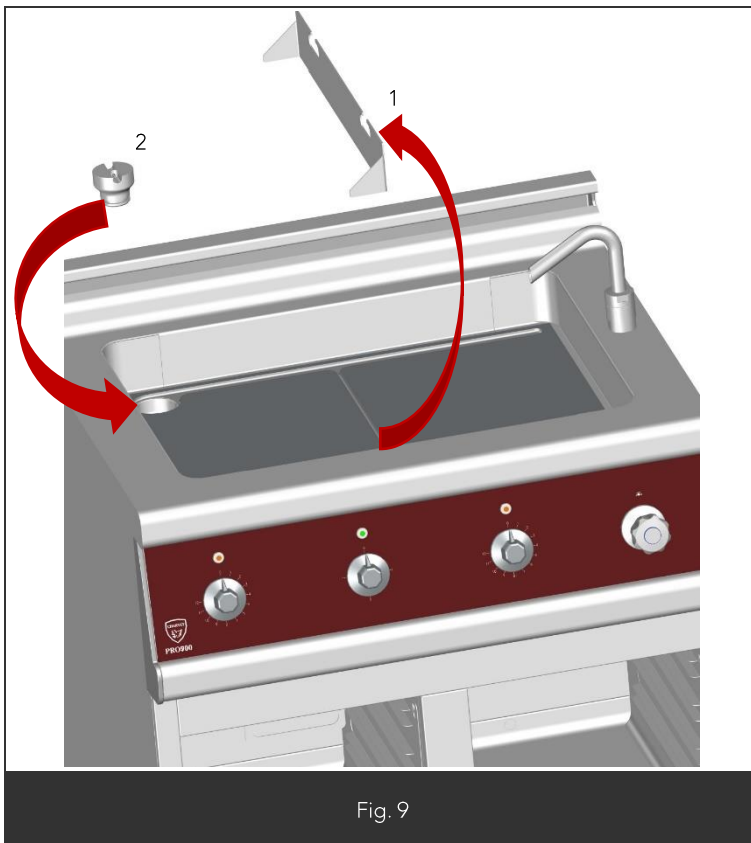

Fig. 9
- Enlever le séparateur du combi pan (Fig9 Rep1)
- Mettre le bouchon de vidange (Fig9 Rep2) et remplir le combi-pan.